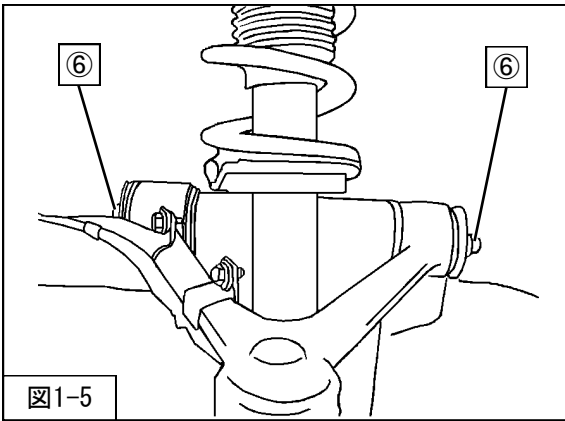

図1-5
6. ⑥アッパーアーム取付ボルト・ナットを取外してください。(図1-5)